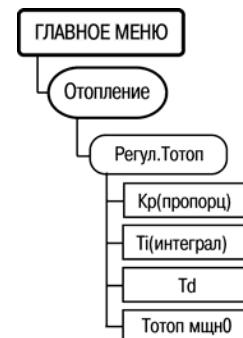

Рисунок 6.16
6.11.29 Для задания параметров, определяющих функционирование регулятора контура отопления, служит пункт меню //Отопление/Регул.Тотоп (рисунок 6.16). В этой ветви располагаются параметры ПИД-регулятора, используемые при управлении КЗР отопления с дискретным, либо аналоговым управлением. Коэффициенты могут быть определены автоматически в режиме автонастройки **AHP отопл**.